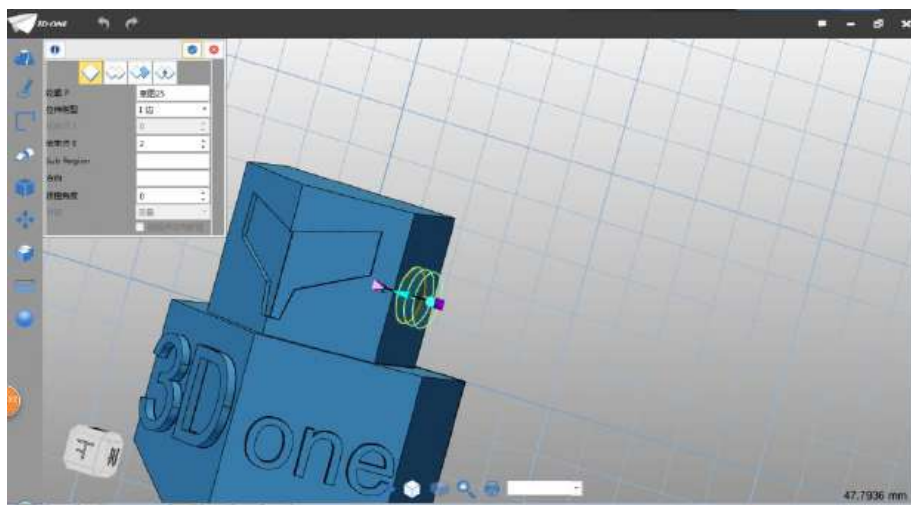

图 2-18
Step 18 完成圆绘制, 删除直线; 选择拉伸命令, 拉伸类型 1 边, 结束点设为 2, 布尔运算设为基体, 如下图 2-18 所示: